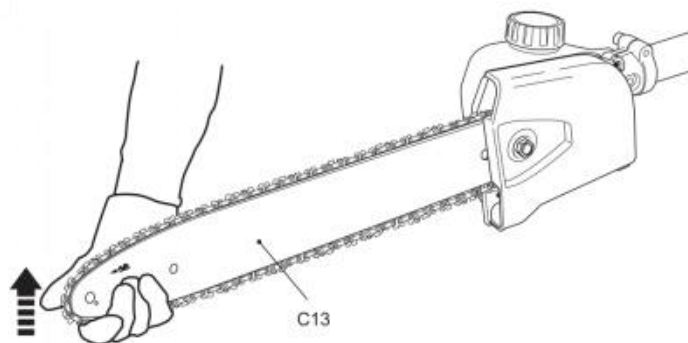

Fig. 13
2) Levante la punta de la barra guía (C13) y manténgala allí mientras ajusta la tensión (Fig. 13).